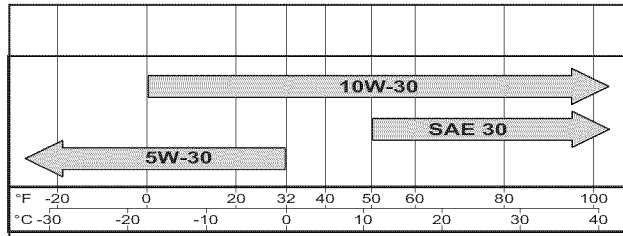

Figura 52 – Aceite recomendado
1. Utilice únicamente el aceite del motor especificado en la Figura 52.